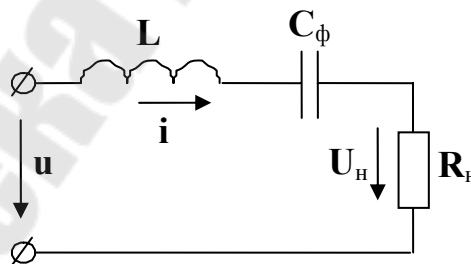

Рис. 3.4
3.3.4 Для выделения на нагрузке R_H второй гармоники приложенного напряжения применён фильтр, схема которого изображена на рис. 3.4.
Как видно $X_{L(2)} = X_{C(2)}$, следовательно, в схеме (рис. 3.4) на частоте 20 кГц возникает резонанс напряжений, поэтому
Следовательно, схема фильтра (рис. 3.4) обладает избирательными свойствами: на нагрузке выделяется только вторая гармоника приложенного напряжения.